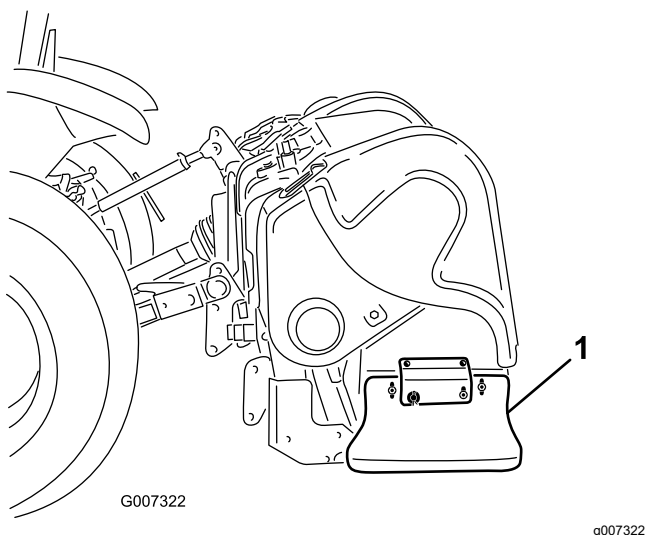

Figure 40
1. Desserrez les boulons et les écrous qui fixent le déflecteur latéral au cadre (Figure 40).